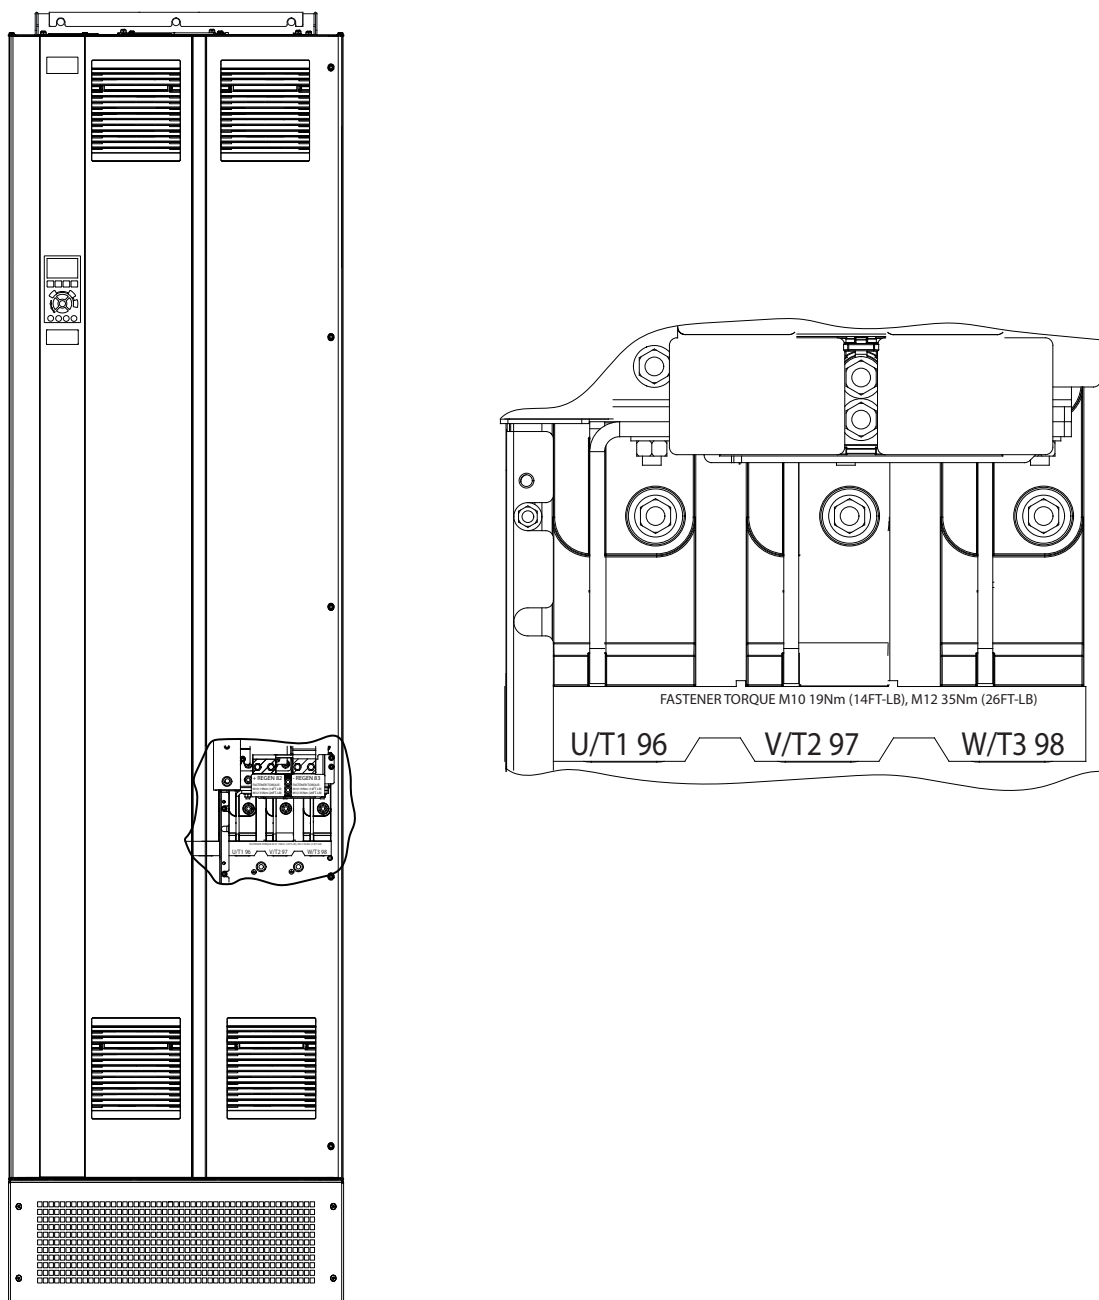

Рисунок 5.3 Клеммы подключения двигателя пер. тока (показан корпус E1h) Детальный вид расположения клемм см. в главе 5.7 Размеры клемм.
4. Подключите проводку трехфазного двигателя к клеммам 96 (U), 97 (V) и 98 (W), см. *Рисунок 5.3*.